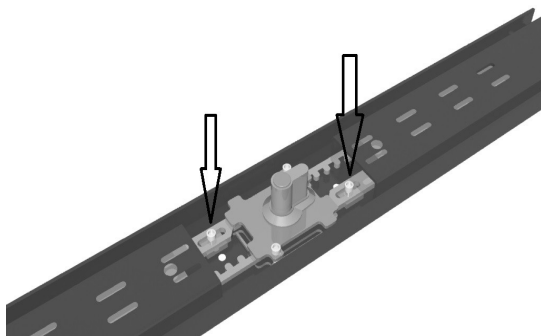

Abb. 10
2. Innensechskantschraube des Anschlagbegrenzers lösen und in die Richtung des Getriebegehäuses schieben (Abb. 10).
3. Schlüssel auf zweite Abzugsstellung drehen und zweiten Anschlagbegrenzer ausrichten (Abb. 10).